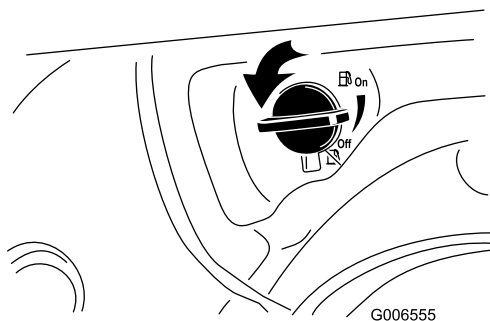

**Figura 19**
3. Inserite la chiave di accensione (Figura 19).